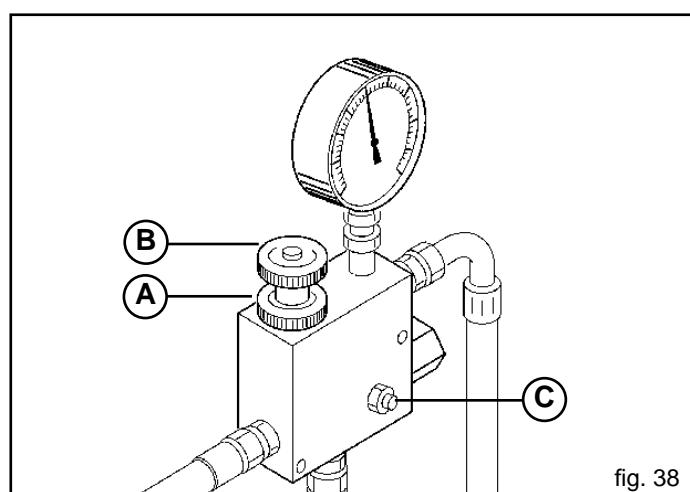

fig. 38
Si vous voulez augmenter la vitesse de rotation de la turbine pour le semis de semences plus lourdes agir avec grande prudence en opérant comme suit (Fig. 38):
- desserrer le collier de serrage (A, Fig. 38);
- tourner en sens horaire ou contraire le volant (B) pour diminuer ou augmenter la pression et par conséquent le nombre de tours de la turbine.
Il est interdit pour quelque motif que ce soit de toucher à la vis (C, Fig. 38) car cela pourrait provoquer la rupture du moteur, pompe ou de la soufflante.